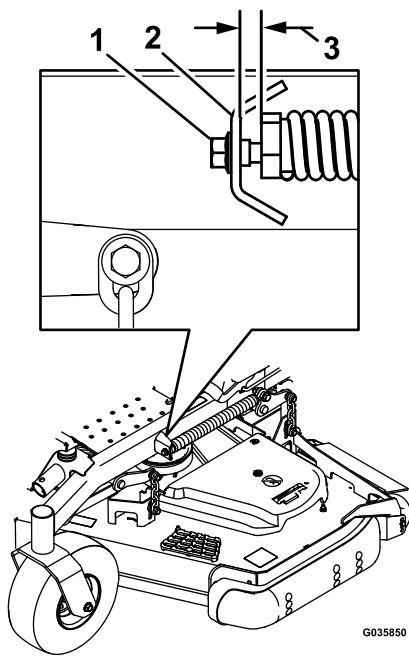

Figura 96
- B. Afloje lentamente el tornillo de ajuste del muelle auxiliar de elevación hasta que pueda retirar el tornillo (ver Figura 96).